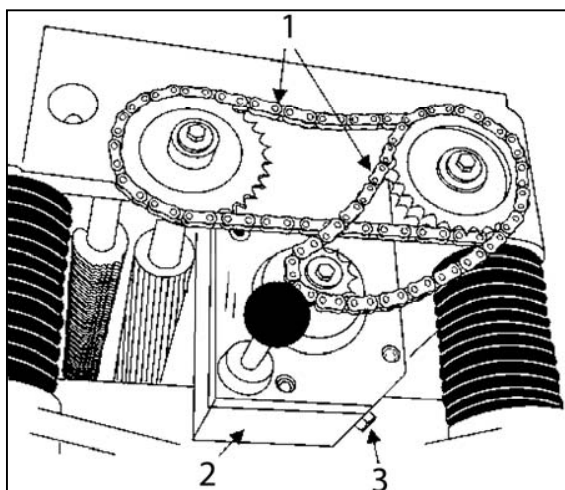
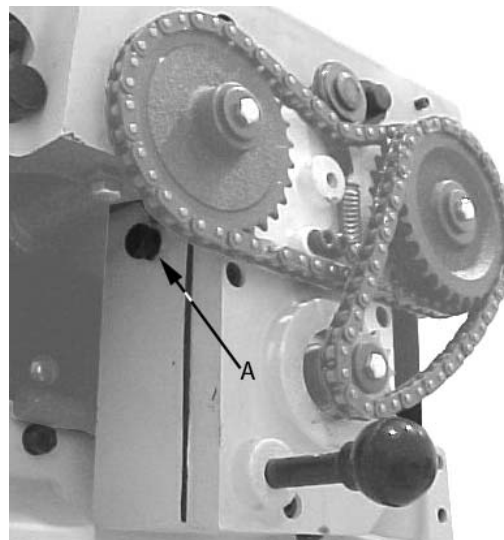

Рис. 39.
Рис. 40.
1. Открутить сливную пробку (3, Рис.39) и крышку заливной горловины (А, Рис.40). Слить грязное масло.
2. Затянуть сливную пробку (3, Рис.39).
3. Залить через отверстие чистое масло (А, Рис.40).
Затянуть крышку заливной горловины (А, Рис.40).